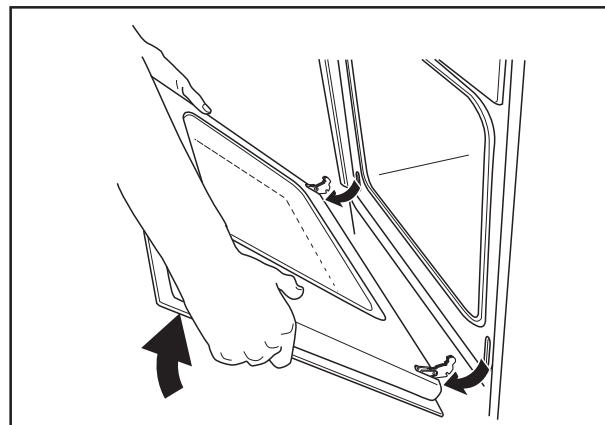

Fig. 13
4. afferrate la porta ai due lati esterni e richiudetela lentamente MA NON COMPLETAMENTE (Fig. 13);
5. sganciate le due cerniere, estraendole dalla loro sede e liberando così la porta del forno (Fig. 13);